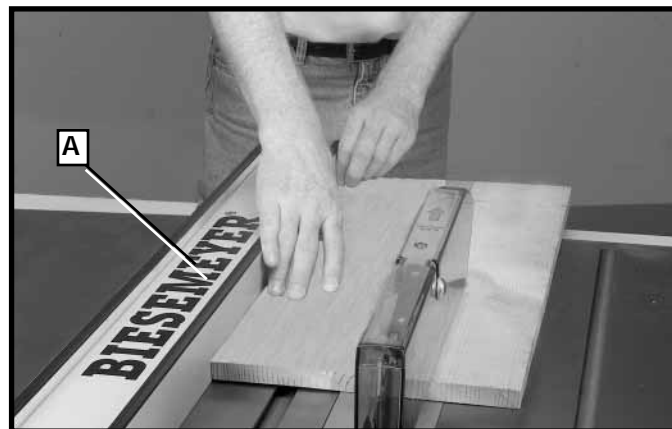

Fig. S8
Se denomina corte longitudinal, como se observa en la Fig. S8, al corte que se realiza a lo largo de una tabla. La guía de corte (A) se utiliza para guiar y ubicar la pieza de trabajo en la posición correcta. Un borde del trabajo corre contra la guía de corte mientras que el lado plano de la tabla descansa sobre la mesa.